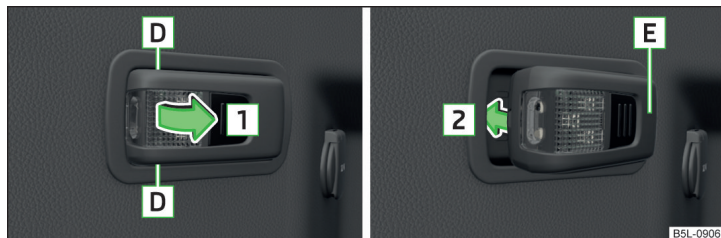

Fig. 110 Lampe amovible : Extraire / insérer
- > Saisir la lampe au niveau des flèches **D** et la faire sortir en la faisant basculer dans le sens de la flèche **1** » fig. 110.
- > Insérer d'abord la partie arrière **E** de la lampe dans le support, puis appuyer dans le sens de la flèche **2** » fig. 110, jusqu'à ce qu'elle soit enfoncée de façon audible.